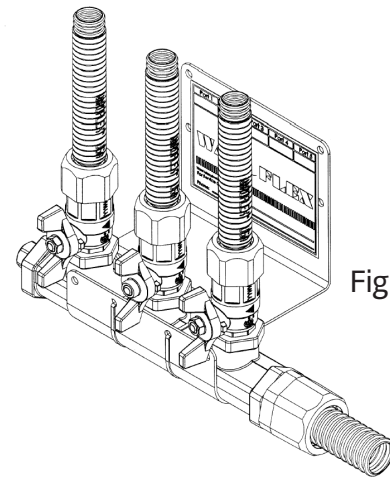

Figura 4.32
- B. Los colectores deberán instalarse de forma rígida y podrán montarse en cualquier orientación. El montaje se puede realizar con soportes de montaje (figura 4.32), orificios de montaje suministrados en colectores (si vienen incluidos) o tuberías rígidas en un artefacto de gas fijo.